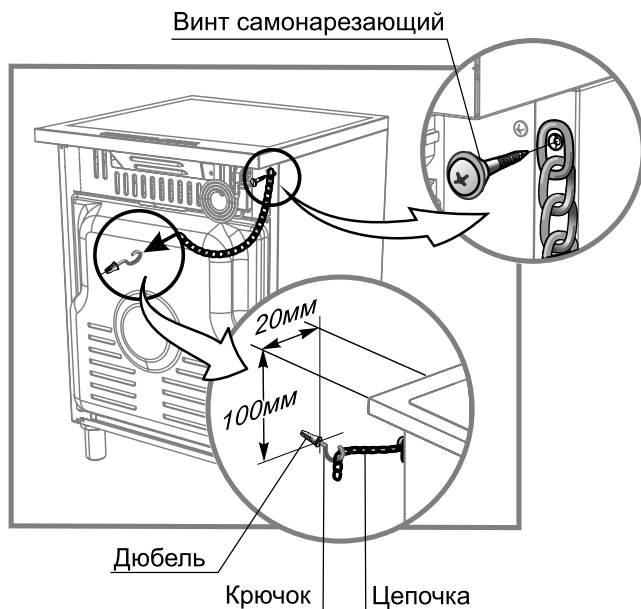

Рис. 27
Разметку для монтажа предохранительной цепочки в плитах 6760 смотри рис.27.
- Установите плиту на рабочее место и произведите разметку отверстия под дюбель согласно рис.27.